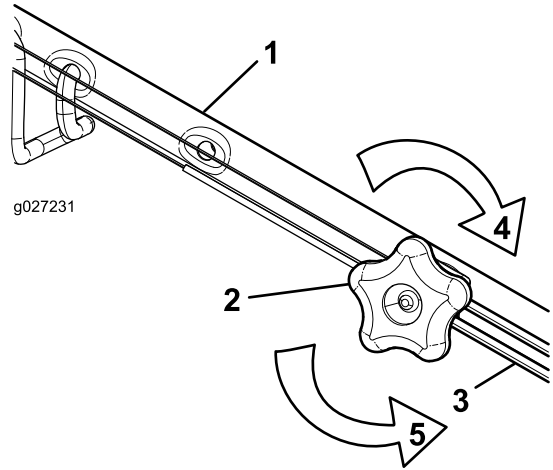

Figura 47
- Gire el pomo de ajuste en sentido antihorario para aflojar el cable (Figura 47).
- Ajuste la tensión del cable (Figura 47) tirando del mismo hacia atrás o empujándolo hacia adelante, y sujételo en esa posición.